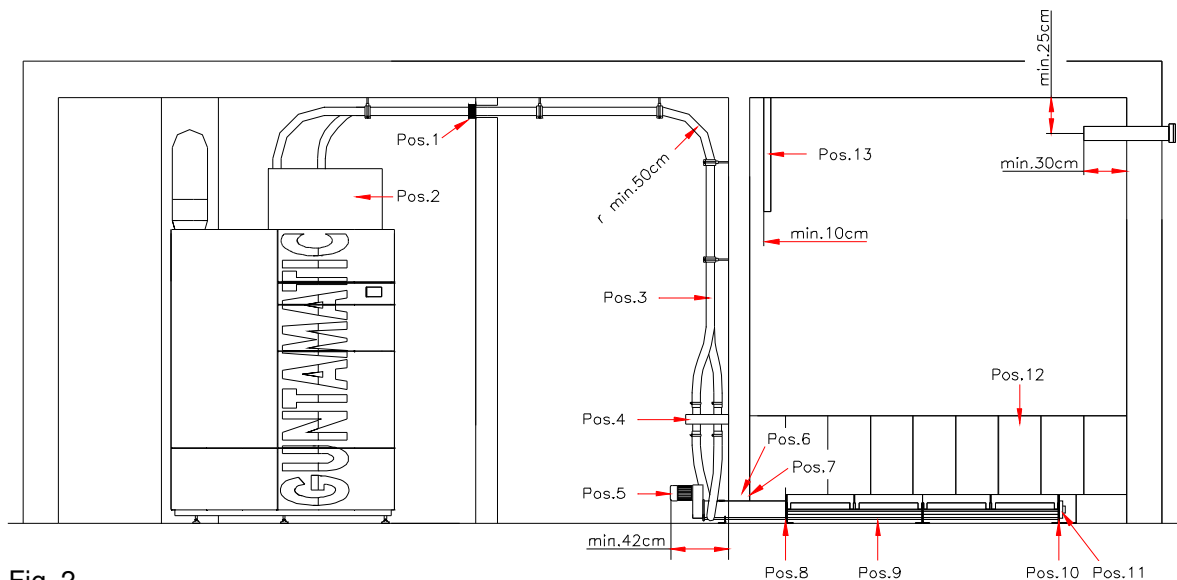

Fig. 2
1. Faire cheminer l'unité d'entraînement (pos.5) fig.2 de la vis d'extraction du local par l'ouverture dans le mur (B = 330 x H = 250 mm) du local de stockage.
2. Selon la longueur de la vis, assembler les sections de la vis à l'aide de l'auge (pos.9) fig. 2, depuis le local de stockage vers l'unité d'entraînement (pos.9) fig. 2.
Pour finir, visser fermement le raccord à bride des auges à l'aide des vis M8 x 30 (pos.8) Fig 2 livrées et les rondelles d'arrêt. Veiller à ce que les auges soient vissées sur l'intérieur sans coup. A l'extrémité de la vis sans fin, visser la plaque de bridage (pos.10) Fig. 2 avec le logement (si pré-monté).
3. Desserrer les vis sans tête (pos.11) Fig.2 de logement et essayer de pousser la vis sans fin en butée, vers l'unité d'entraînement. Ensuite, serrer à nouveau les vis sans tête.
5. Disposer la vis sans fin montée de manière à ce qu'au moins une longueur de 42 cm (voir Fig. 2) de l'unité d'entraînement sorte du mur du local de stockage.
7. Remplir la traversée du mur (pos.6) Fig.2 autour de l'auge, avec de la laine de roche. Recouvrir l'ouverture avec les plaques de recouvrement livrées (pos.7) Fig.2, du côté gauche et droit du mur.
2. Les tuyaux d'aspiration de retour en Fig. 2 doivent être raccordés de manière étanche sur le cyclone (pos.2) de l'unité de commutation de tuyau et sur l'unité d'entraînement (pos.5).